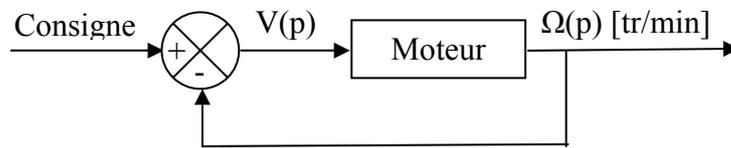

Fig. 3. Le système en B.F.
- Introduire un correcteur proportionnel P dans le schéma précédent (Fig. 3). Trouver la valeur de P pour avoir une réponse satisfaisant :